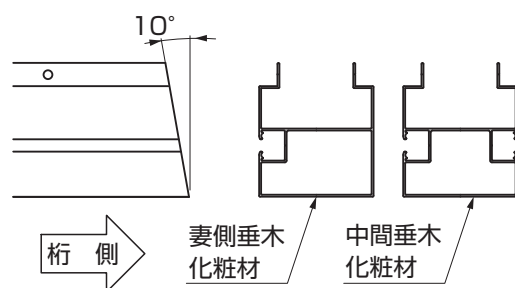

図13-3
- 垂木化粧材の端が10° 切欠いている側を桁側にしてください。(図13-3参照)